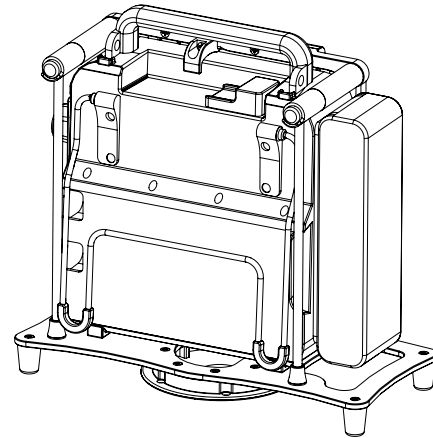

Figure 7: Fermeture et verrouillage du support
3. Basculer le haut du support par-dessus l'appareil médical, puis appuyer jusqu'à ce que le support soit verrouillé et sécurisé (Figure 7).